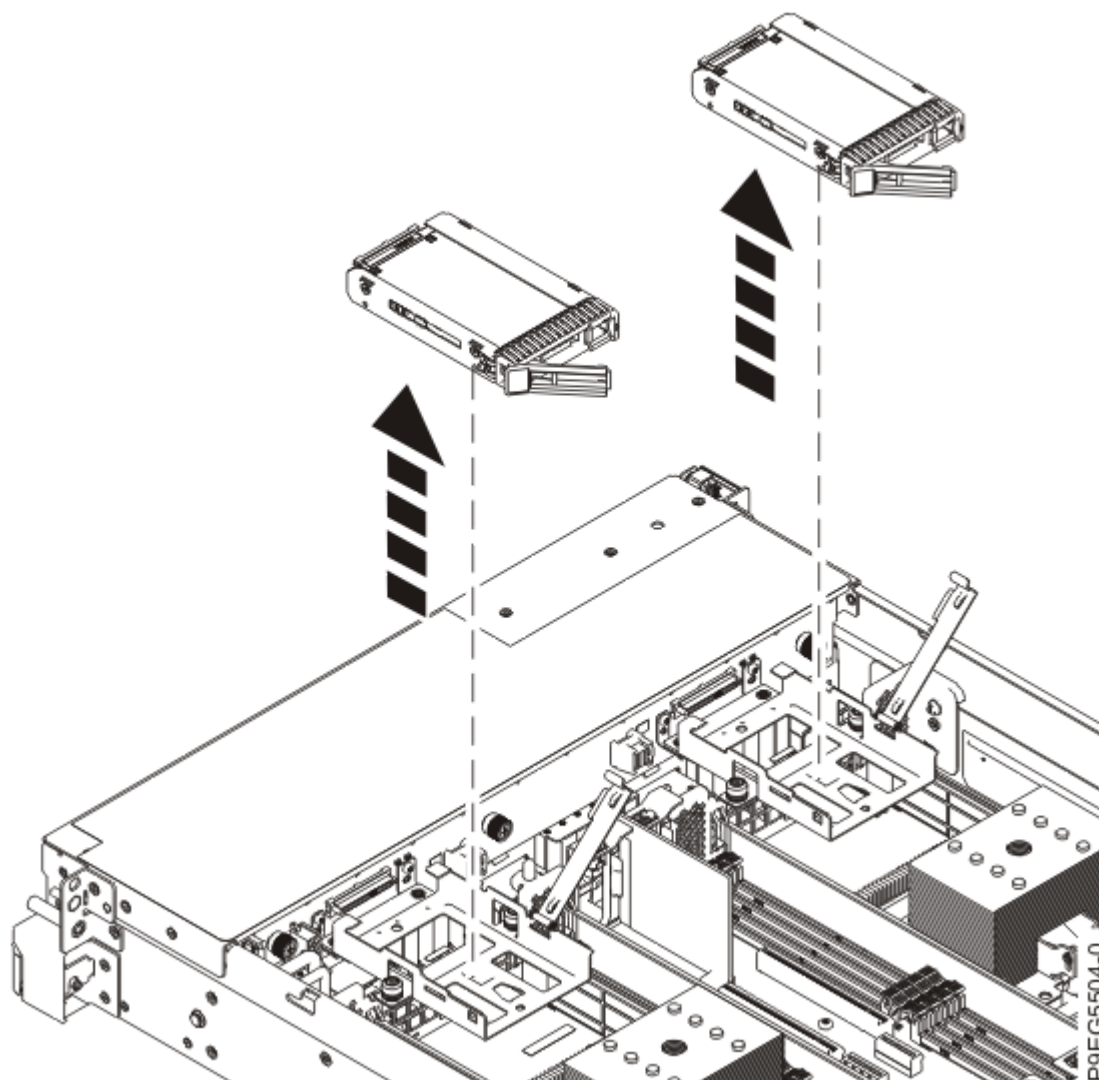

Figura 8. Elevación de la unidad
- d) Levante la unidad del sistema, tal como se muestra en la Figura 8 en la página 11.